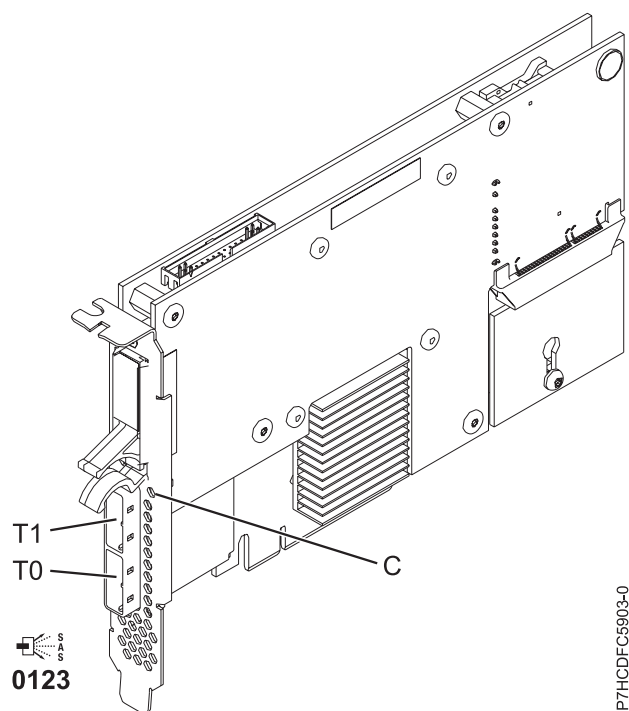

Figura 87. Adaptador RAID SAS PCIe Dual - x4 de 3 Gb
El adaptador 5903 o 5805 contiene un LED ((C) en Figura 87) que parpadea si hay datos en la memoria caché. El LED de presencia de datos en la memoria caché parpadea cuando es posible que haya datos en la memoria caché sobre el adaptador. Si el LED de presencia de datos en memoria caché está parpadeando, no sustituya la batería de memoria caché. Si se sustituye cuando el LED está parpadeando, los datos de la memoria caché se perderán. Consulte Figura 87 para localizar el LED de presencia de datos en la memoria caché sobre este adaptador.